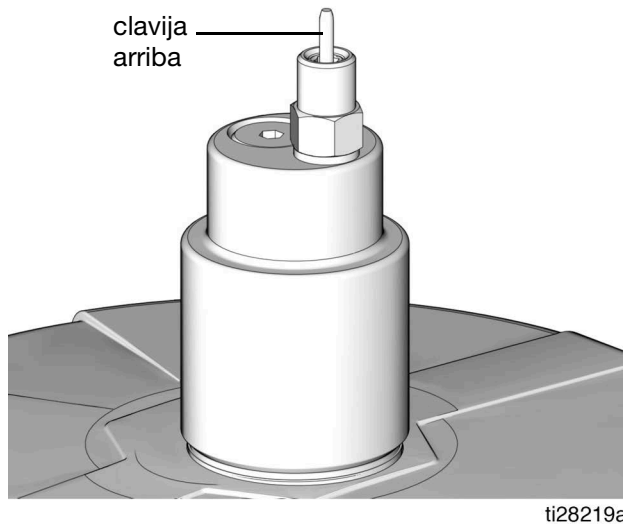

FIG. 29
2. Conecte la manguera de suministro (J) en la conexión rápida (V).
3. Encienda la bomba de la estación de llenado remoto (F) y llene el depósito G3 (D) hasta que la clavija indicadora de la válvula de llenado automático vaya hacia arriba tal como se muestra en la FIG. 29. La presión de la bomba de llenado (F) se acumula y la bomba se para en presión.